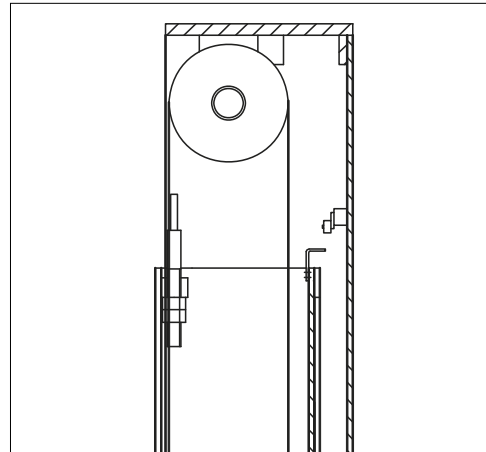

рис. 14
- ◆ При подъеме на максимальную высоту срабатывает датчик-ограничитель подъема (рис.14)
◆ Если каретка поднимается на высоту, соответствующую допустимому значению, на верхней части стойки управления размещен датчик-ограничитель и он срабатывает как «привод» (рис. 14) каретки стойки управления. Если первый датчик неисправен, второй датчик включается через 3 секунды после перемещения каретки.